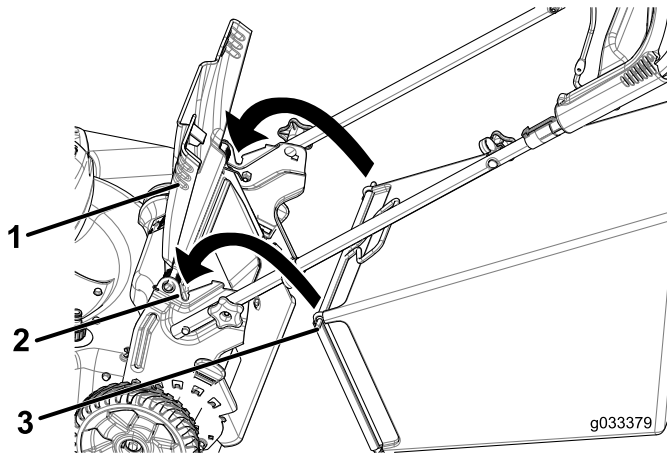

Figure 20
1. Soulevez le déflecteur arrière et maintenez-le dans cette position (Figure 20).
2. Montez le bac à herbe en veillant à placer les ergots dans les crans du guidon (Figure 20).